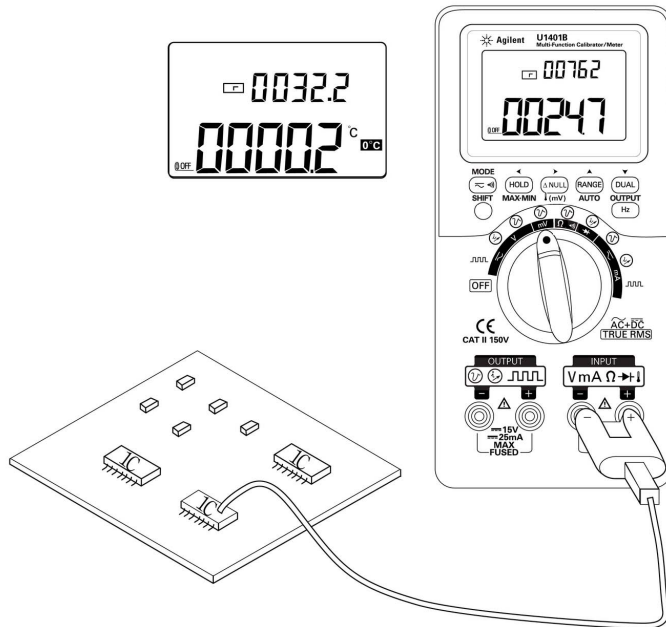

Abbildung 3-4 Oberflächentemperaturmessung
- 4 Schließen Sie den Thermoelementadapter (mit der angeschlossenen Thermoelementsonde) an die positiven und negativen Eingangsanschlüsse an (Abbildung 3-4 auf Seite 53).